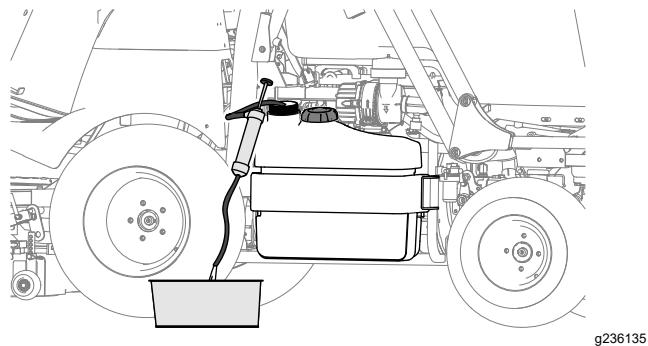

Bild 73
- Leeren Sie den Kraftstofftank mit einer Absaugpumpe, wenn Sie die Maschine länger einlagern (Bild 73).
- Wenn die Kraftstoffanlage verunreinigt ist, leeren Sie den Kraftstofftank (Bild 73) mit einer Absaugpumpe, reinigen Sie den Tank und spülen ihn mit sauberem Diesekraftstoff aus.